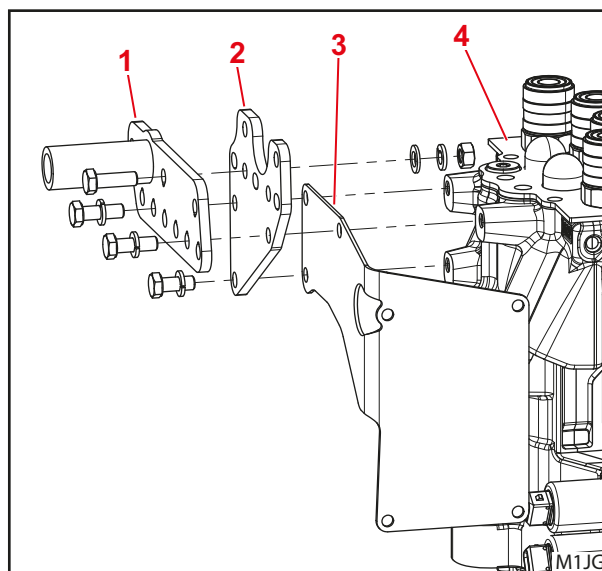

Fig. 4 Possibilidades alternativas de fixação
- A válvula proporcional também pode ser deslocada para cima no suporte do acessório direito (consulte Fig. 4).